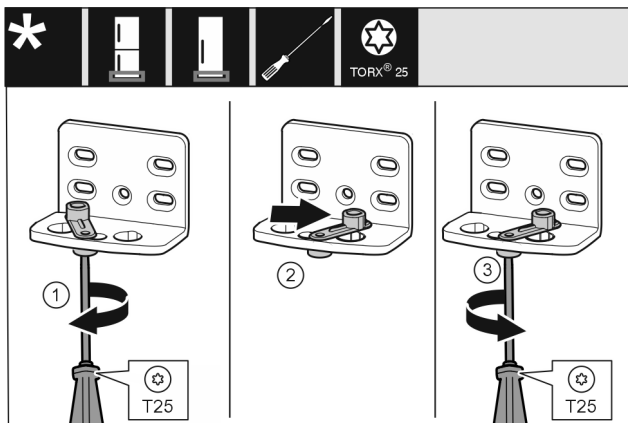

Fig. 16
- ▶ Avaa ruuvi Fig. 16 (1) ruuvimeisselillä.
- ▶ Nosta oven sulkemisapua Fig. 16 (2) ja käännä 90° oikealle reikään.
- ▶ Kierrä ruuvi Fig. 16 (3) kiinni ruuvimeisselillä.